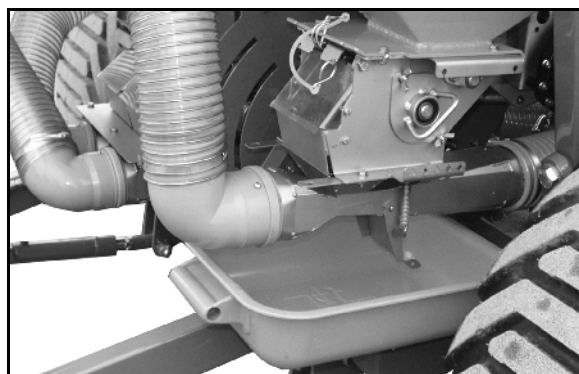

Рис. 121
- Рис. 121: лоток под дозатором удобрения.